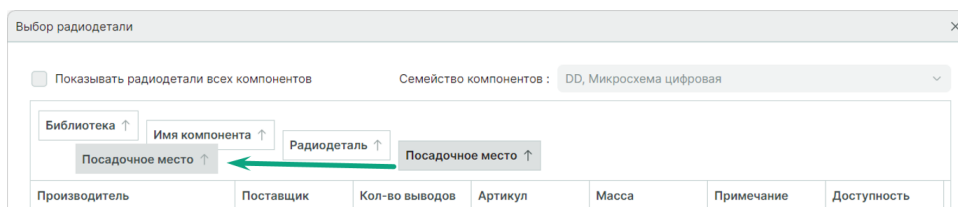

Рис. 97 Изменение порядка группировки
5. Изменение порядка группировки можно произвести перемещением заголовка столбца с помощью механизма «drag-and-drop», см. Рис. 97.